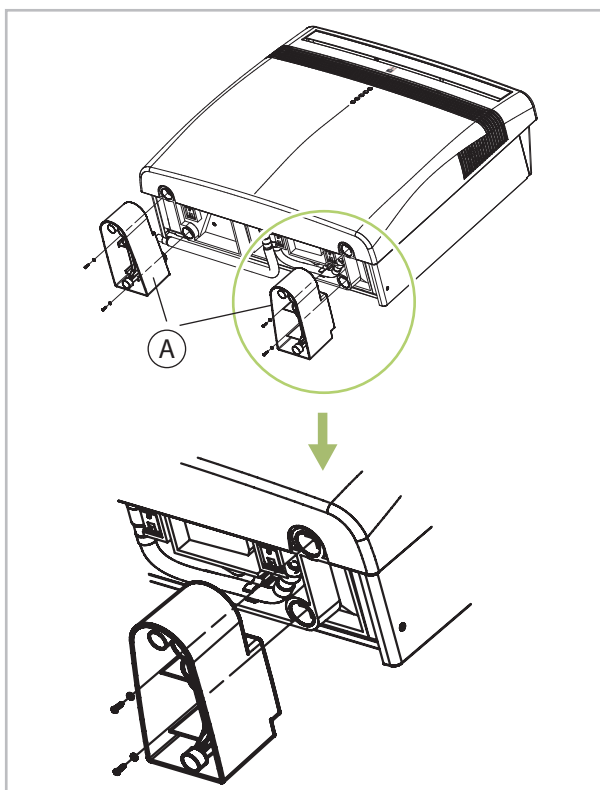

Abb. 2: Montage der Gerätefüße
2. ➤ Stecken Sie die Kunststofffüße in die dafür vorgesehenen Perforierungen der Geräteunterseite (Abb. 2).
3. ➤ Befestigen Sie die Gerätefüße an der Geräteunterseite mit den jeweils 2 mitgelieferten Schrauben (Abb. 2).